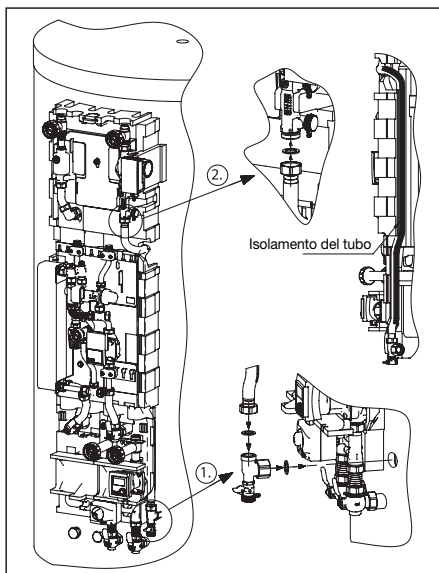

Fig. 20 Montaggio tubo ondulado in metallo per ritorno Gruppo solare
- Avvitare la valvola a sfera G 1 al serbatoio (Fig. 20 Punto1) e collegare al ritorno del gruppo solare (Punto 1) mediante il tubo corrugato piegato in metallo G1, Lunghezza L = 1150 mm (Punto 2).